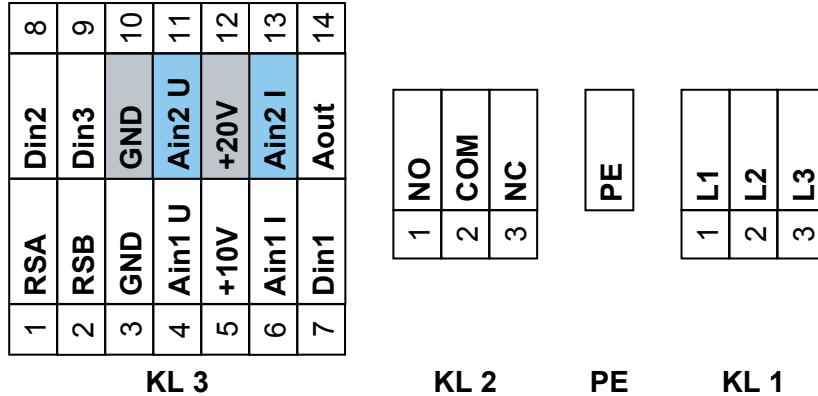

図 25 : クローズドループセンサー制御のための実値に使用する端子台と端子
センサー接続のため端子台 (KL) には 2 つのアナログポート **Ain2 U** と **Ain2 I** があります (図 25 参照)。あるいは **Ain1 U** と **Ain1 I** 端子を使用することも可能です。端子 12 経由の供給電圧は +20VDC です。
電源に直接接続され、4~20mA 信号を供給します。GND への接続はファンに内蔵されている 100Ω の抵抗 (皮相抵抗) 経由で行います。図 25 の端子台では **Ain2 I** と +20 V に接続します。
電流 (4~20 mA) と電圧 (0~10 V) の両方の信号を出力します。タイプに応じて **Ain2 I** (端子 13) か **Ain2 U** (端子 11) を使用します。図 25 の端子台では **Ain2 I** または **Ain2 U**、+20 V、および GND に接続します。